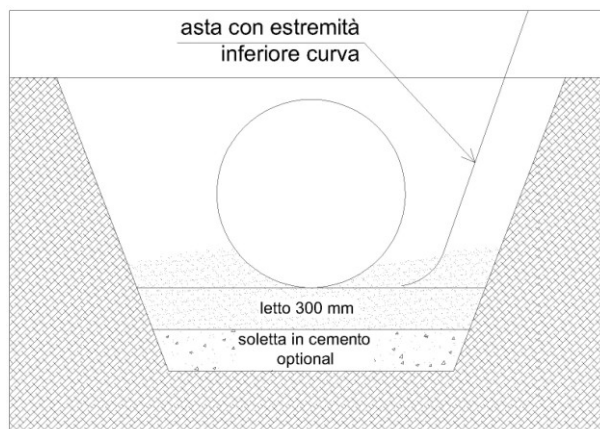

Figura 14
- Utilizzare un'asta sufficientemente lunga per arrivare al disotto del serbatoio. Nel caso di pareti dello scavo semi-perpendicolari, è importante che l'asta abbia l'estremità inferiore curva (vedere figura 14).